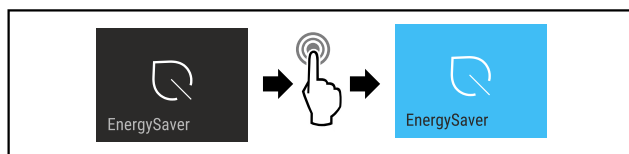

Fig. 14
► Izvedite zahtevane korake (glejte Fig. 14).